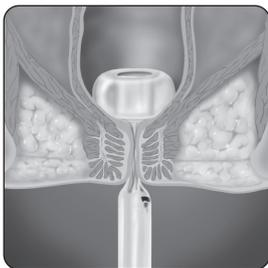

図5 直腸底部固定
- 7) シリンジをバルーン膨張ポートから取り外し、シリコンチューブを静かに引っ張り、バルーンに過度の圧がかからず直腸肛門角に接し、確実に直腸内で固定されていることを確認する（図5）。シリコンチューブのねじれや折れがないこと、患者の下敷きになっていないことを確認後、ポジションインジケーターラインの位置を記録し、ラインの位置変化を定期的に観察する。バルーンや機器の位置は必要に応じて調整する。